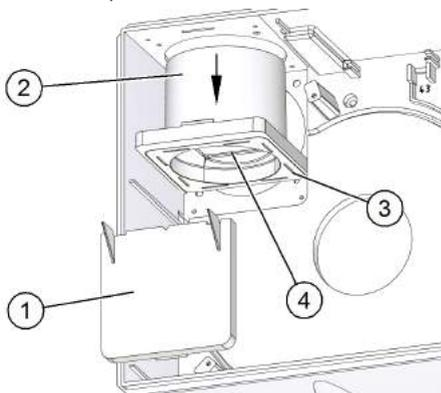

Рис. 26: переоборудование U в U-H – часть 1
- ▶ Снимите затворную пластину (поз. 1 на рис. 26).
- ▶ Потяните вытяжной патрубок (поз. 2 на рис. 26) с держателем клапана (поз. 3 на рис. 26) вниз.